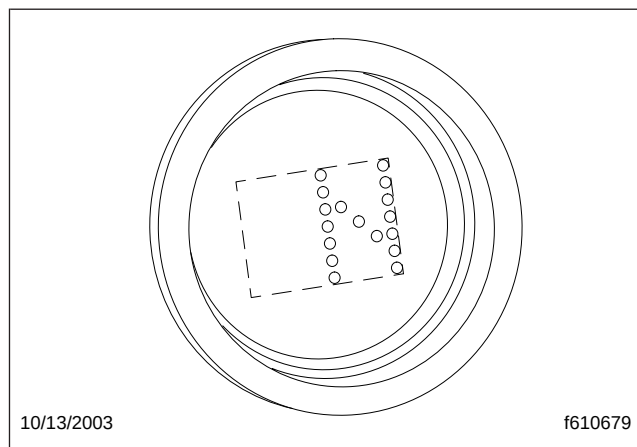

Figura 8.18, Visualización de neutro
La posición de neutro (N) está directamente debajo de R en el interruptor de selección de cuatro posiciones ubicado en el extremo de la palanca de control SmartShift. Para seleccionar N, mueva el interruptor selector a la posición debajo de R. Cuando se selecciona Neutro, el indicador de marcha muestra "N". Vea la Figura 8.18.